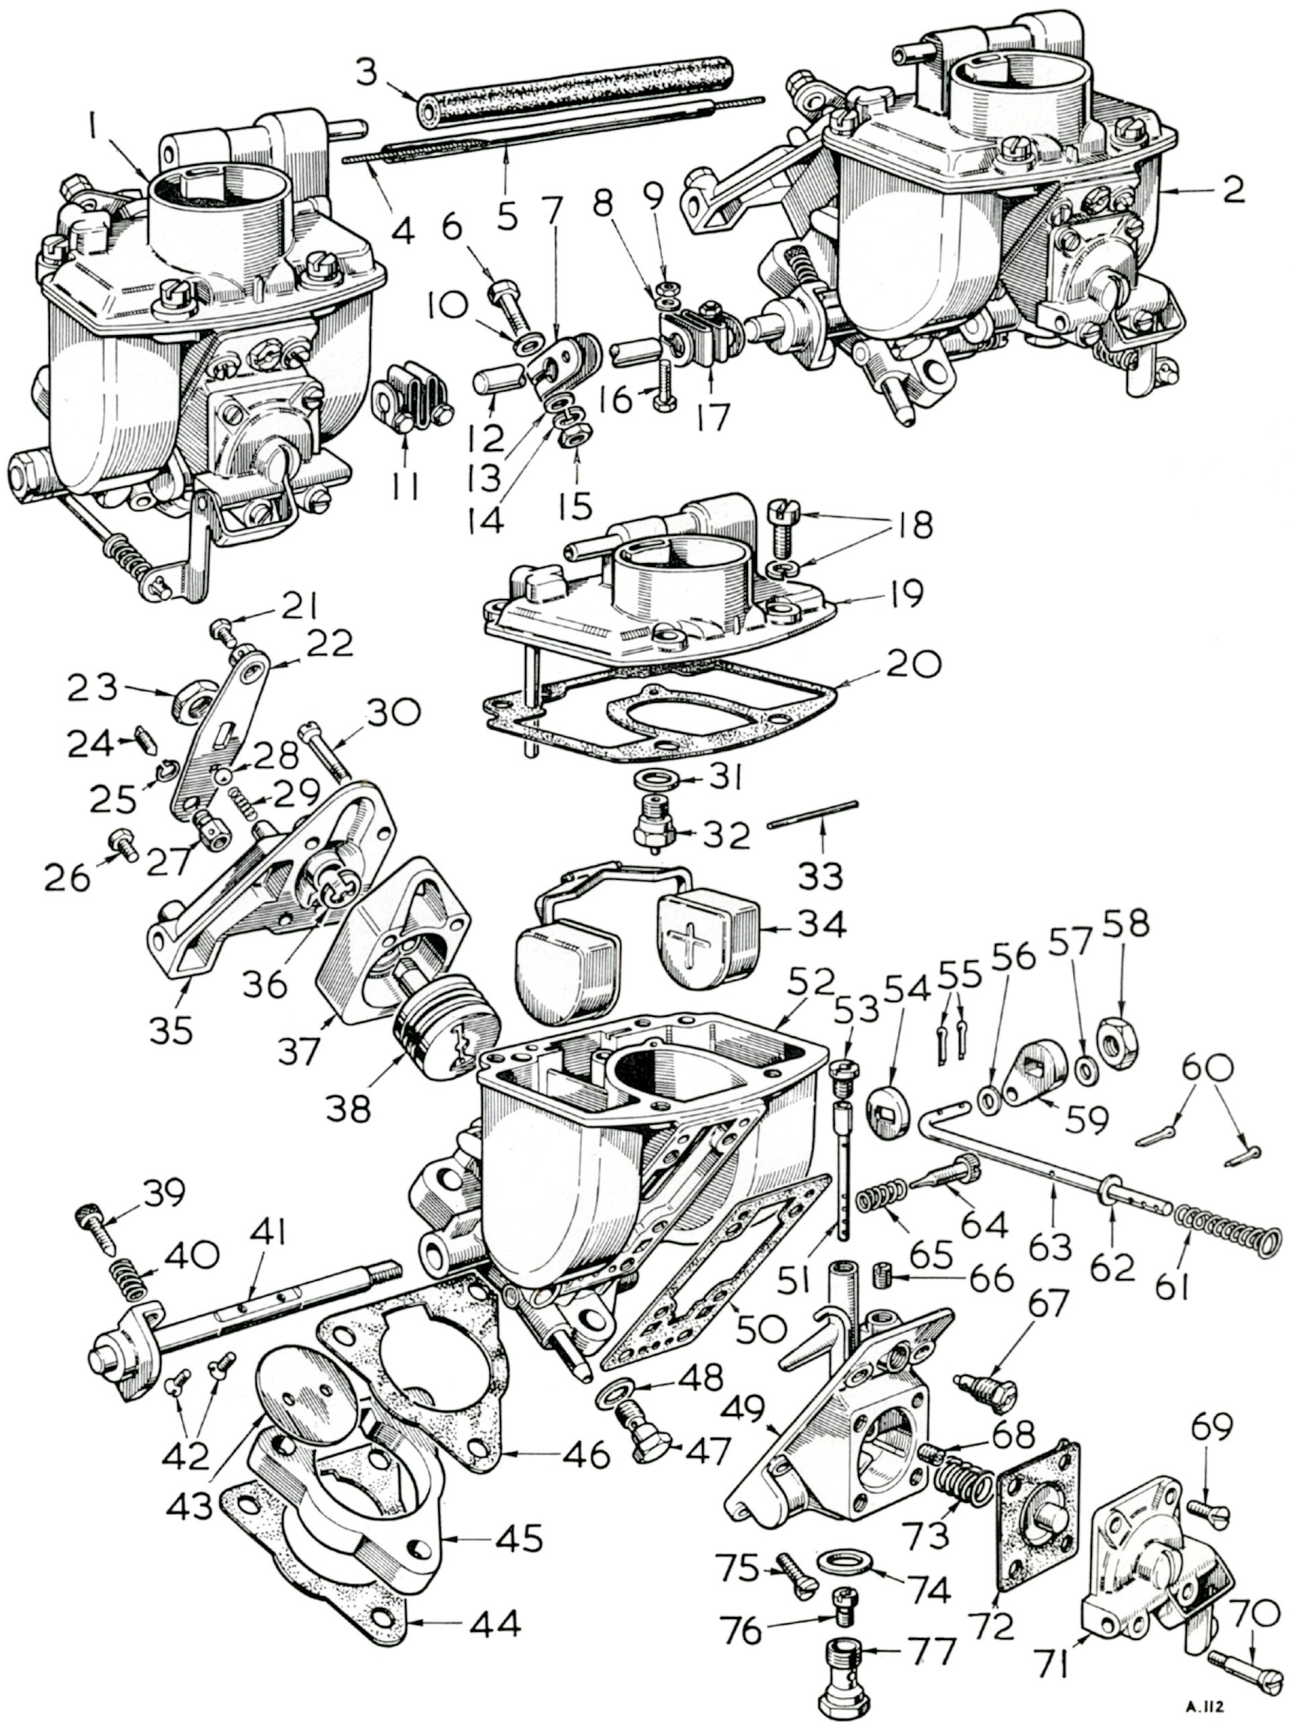

Fig. 25. Vue éclatée du carburateur semi-inversé Solex B32 P1H
Légende de la Fig. 25
Desserrer les boulons de serrage (3) Fig. 25, sur l'accouplement flexible entre les carburateurs et, pendant que le moteur est chaud, régler les carburateurs comme suit :
- Dévisser les deux vis de ralenti (1) Fig. 25, et s'assurer que les papillons sont fermés en appuyant à la main sur les têtes de vis. Ouvrir les deux papillons de manière égale en tournant les vis (1) d'un tour dans le sens des aiguilles d'une montre.